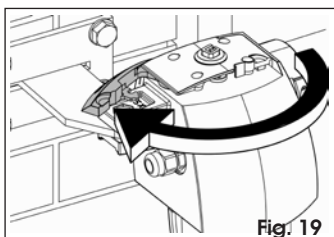

Fig. 19
4. Ruotare la leva di sblocco sino al suo arresto (Fig. 19).